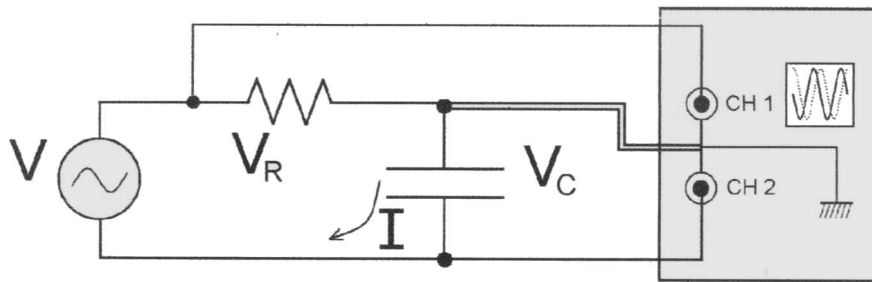

Figura 4.1: Esquema de montagem de circuito RC para medidas de defasagem
Um esquema de um tubo de raios catódicos pode ser visto na Figura 4.1. A geração do feixe eletrônico se faz no canhão de elétrons. Seu funcionamento é, resumidamente, o seguinte: os elétrons são produzidos no catodo através do seu aquecimento por meio de um filamento incandescente. O feixe eletrônico se forma acelerando-os com a aplicação de um potencial positivo e focalizando-os com lentes eletrostáticas. Estas lentes eletrostáticas nada mais são do que dois cilindros metálicos ocos, colocados numa certa distância e na mesma direção axial, nos quais se aplica uma diferença de potencial elétrico. O feixe acelerado passa pelo eixo destes cilindros e vem bater numa tela luminescente tornando-se visível. Os controles sobre o feixe são:
esquema da Figura 4.1 podemos colocar V_R e V_C simultaneamente na tela.
- Monte o circuito da Figura 4.1, com o cuidado sobre o ponto de terra acima explicado. Utilize a saída frontal do gerador e uma frequência aproximada de 60Hz.